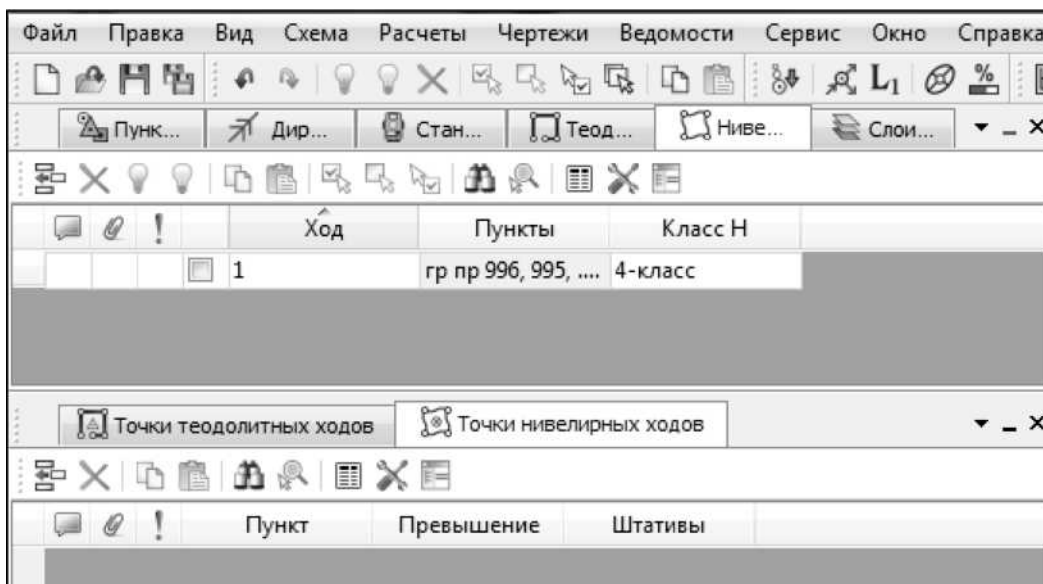

Рис. 8.1
3. В верхней таблице (рис. 8.1) введите номер хода и задайте класс точности- 4 класс, колонка «Пункты» будет заполняться автоматически по мере ввода информации по ходу.